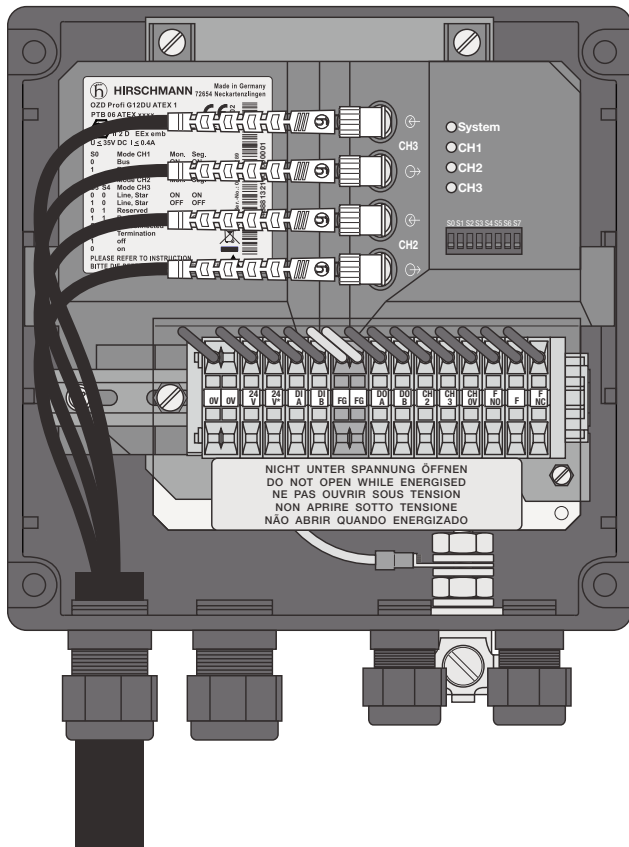

Fig. 20 : Pose du câblage à fibres optiques pour le OZD Profi G12DK ATEX 1
- ▶ Introduisez les câbles à fibres optiques de OZD Profi G12DK ATEX 1 et de OZD Profi G12DE ATEX 1 dans les entrées de câble (avec presse-étoupe PG) comme le montrent les figures 20 et 21.